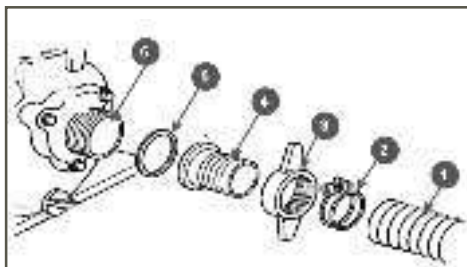

Рис. 5 Установка всасывающего рукава
- Установите патрубок 4 через уплотнительное кольцо 5 к всасывающему фланцу 6 насоса и плотно затяните гайку 3 патрубка (Рис. 5).
- Наденьте до упора всасывающий рукав 1 на патрубок 4 и затяните его хомутом 2 (Рис. 5).